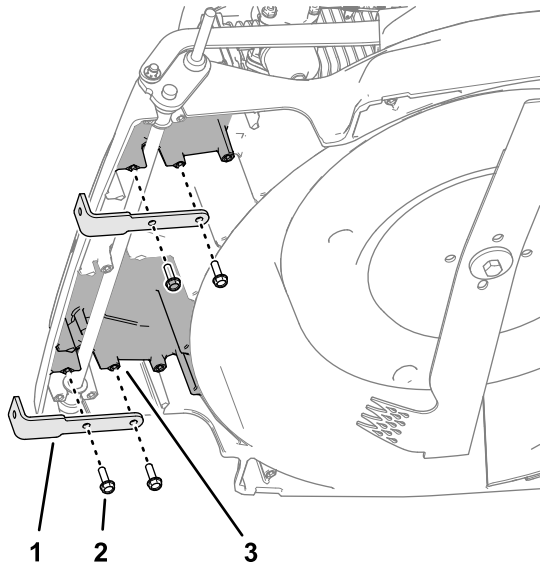

Figura 8
1. Alinee los taladros del soporte del cepillo inferior con los taladros en soporte del cepillo groomer de la carcasa de la segadora, tal y como se muestra en la Figura 8.
2. Fije el soporte del cepillo inferior en el soporte del cepillo groomer (Figura 8) con 2 tornillos autorroscantes con arandela prensada (6 x 20 mm).